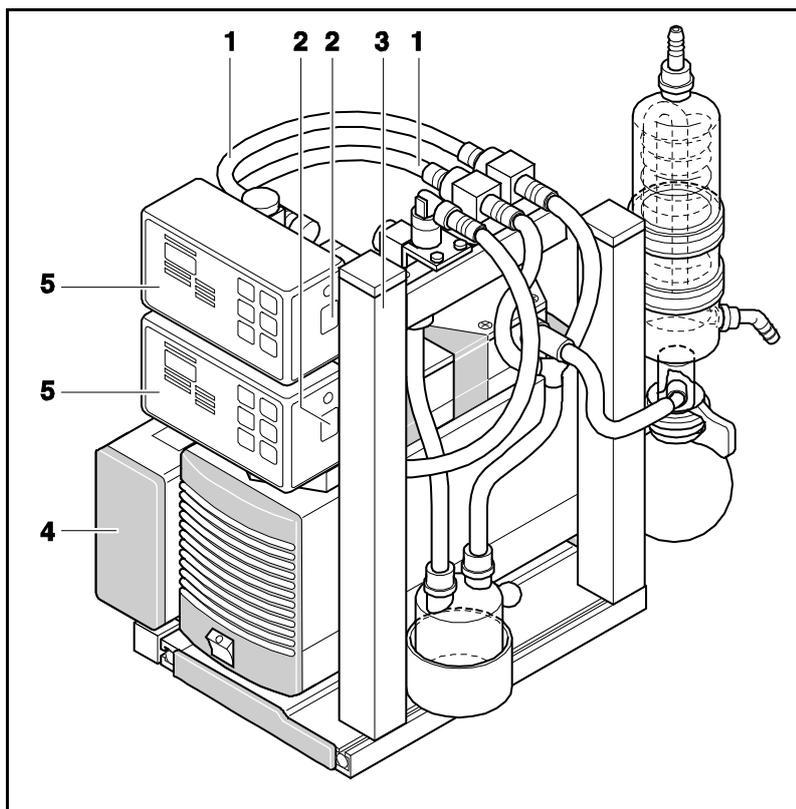

Fig. 8: controllore di vuoto (in figura: il sistema LABOPORT SCC con, a titolo esemplificativo, la pompa N 840.3 FT.18)
1. Inserire il modulo di controllo (v. fig. 8/4) con i due dadi di fissaggio nella guida scanalata laterale del basamento.